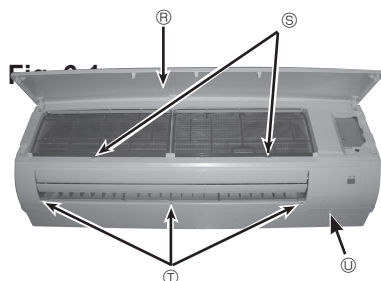

Fig. 6-2
- 1 Appuyer sur les boutons et les déverrouiller de chaque côté de la grille avant et soulever celle-ci jusqu'à ce qu'elle soit de niveau. Avancer les charnières pour déposer la grille avant. (Fig. 6-2)
- 2 Retirer les 3 capuchons de vis du panneau. Retirer 5 vis. (Fig. 6-2)
- 7 Retirer la vis du cache. (Fig. 6-2)